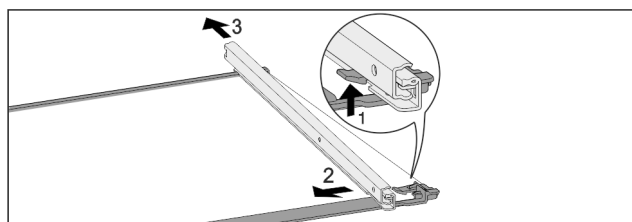

Fig. 165 Steklana plošča z vodili
- ▶ Sprednji zaskočni kaveljček potisnite navzgor. *Fig. 165 (1)*
- ▶ Izvlečno vodilo potisnite *Fig. 165 (2)* na stran *Fig. 165 (3)* in nazaj.